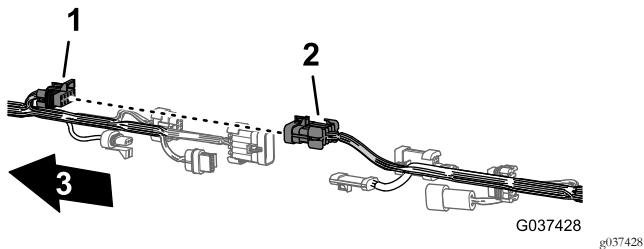
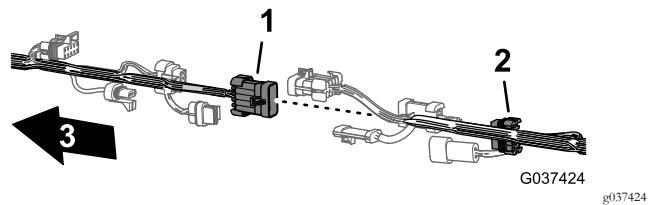

Figura 15
Figura 19
2. Deslique os 6 pares de conectores entre a cablagem dianteira e traseira, como se mostra de Figura 15 a Figura 19.